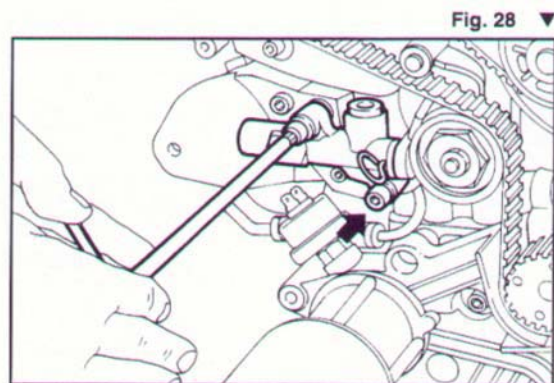

Fig. 28 ▼
- svitare le viti di fissaggio e rimuovere il tendicinghia idraulico (**Fig. 28**);
- unscrew the securing screws and remove the hydraulic belt tightener (**Fig. 28**);